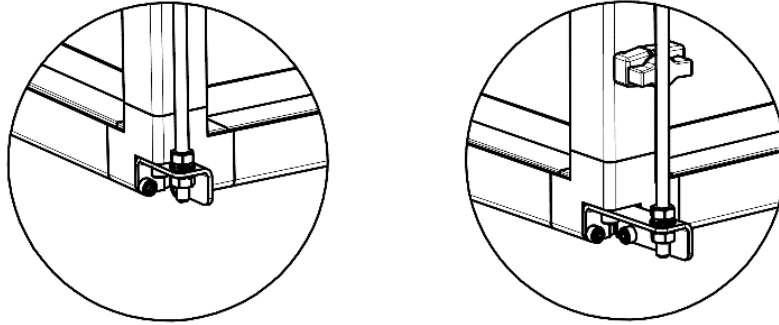

Рис. 4. Подвесной элемент секции при стороне обслуживания снизу и сбоку
- 7.1.3. Блочная конструкция предусматривает также подвесное исполнение. Для этой цели установка комплектуется специальными крепежными элементами подвеса, изготавливаемыми комплектно, на правую и левую стороны (рис.4).